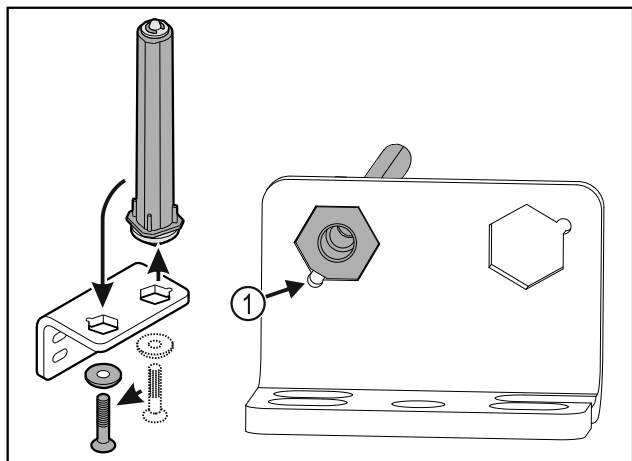

Fig. 33
- ▶ Varmista, että pultin viiste Fig. 33 (1) osoittaa pyöreää aukkoa kohti, kun se asetetaan paikalleen.